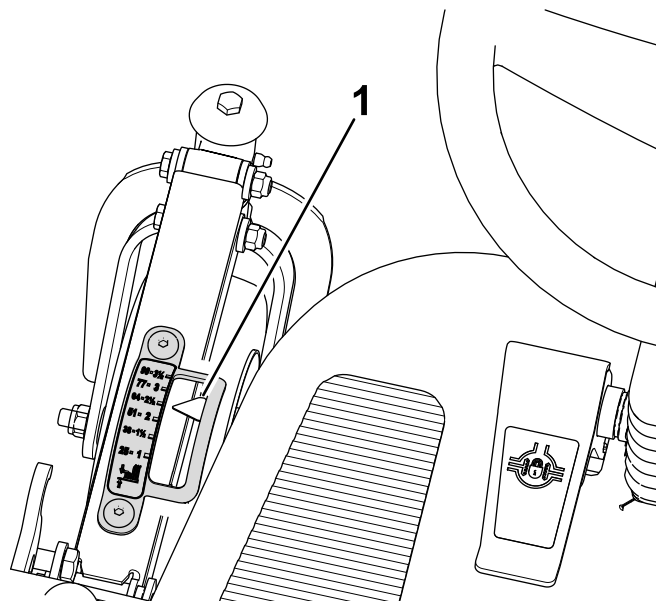
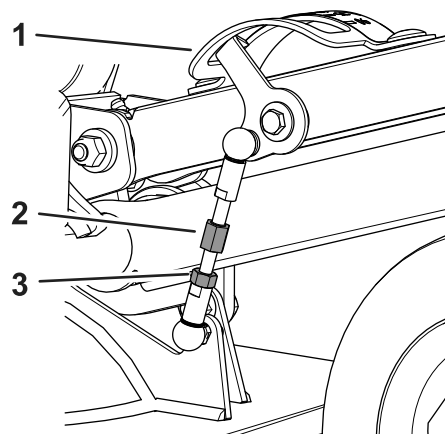

Bild 104
Bild 105
2. Setzen Sie sich auf den Sitz und schauen Sie auf den Zeiger der Schnitthöhenanzeige (Bild 104).
A. Lösen Sie die Klemmmutter, mit der der Schnitthöhenlenker befestigt ist (Bild 105).
- B. Drehen Sie den Lenker, bis der Zeiger der Schnitthöhenanzeige (aus der Sicht vom Bediener) auf die 64-mm-Markierung ausgerichtet ist (Bild 104 und Bild 105).
- C. Ziehen Sie dann die Klemmmutter fest (Bild 105).